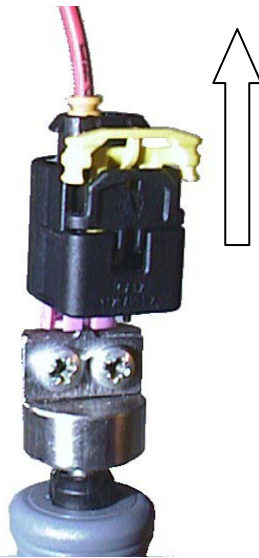

Fig. 9: Disassembling the terminals (Female Connector 2-way with Locking hook and CPA)
- Pull out the terminal with cable (Fig. 9).
- Kontakt am Kabel nach hinten herausziehen (Abb. 9).